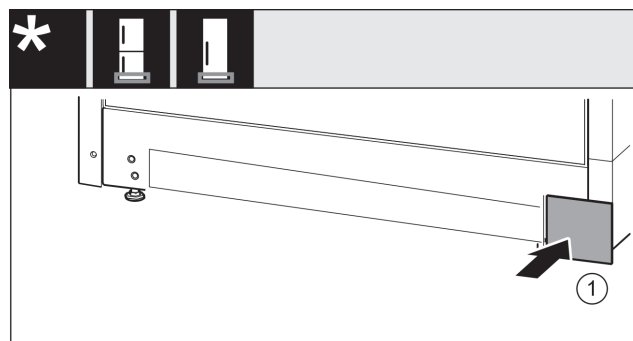

Fig. 18
- ▶ Sett dekkelet Fig. 18 (1) tilbake på den andre siden.